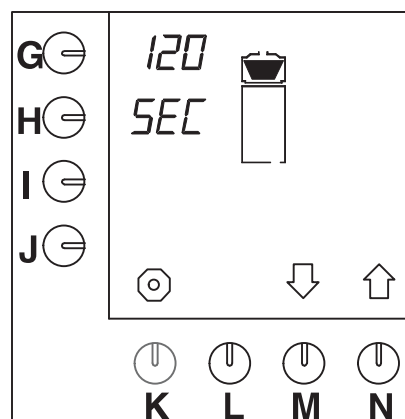

Fig. 47 Dropptid
- Tryck på valtangenten (N.)↑ tills fig. 47 visas på displayen.